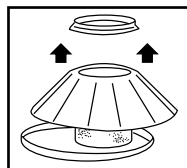

FIGURA 7
15. Para limpiar el filtro para sólidos reutilizable, retire el anillo de montaje y el filtro del alojamiento de la tapa **FIGURA 7**. Quite la suciedad o el polvo sacudiéndolo (en